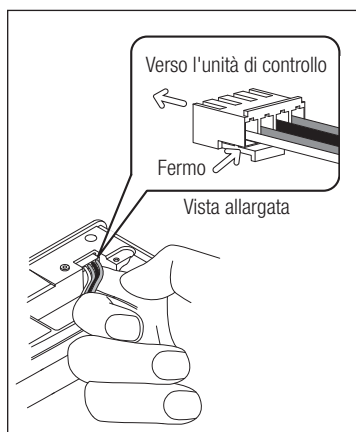

Fig. 8
- 5) Per rimuovere il connettore, premere il fermo al di sotto del connettore per rilasciarlo. (Fig. 8)